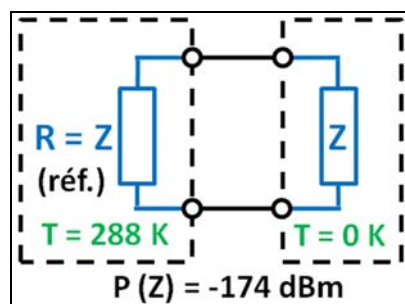

Figure 1 : Bruit thermique d'une résistance
La figure 1 nous montre d'une façon imagée à quoi correspond électriquement la puissance de bruit d'une résistance.
Approche par le raisonnement : Avec une atténuation nulle (B relié à A), nous obtenons le schéma de la figure 1. On peut dire que la charge Z "voit" le bruit d'une résistance à 288K, soit la référence. Avec une atténuation quelconque, les propriétés du quadripôle sont telles que Z "voit" une impédance image encore égale à R, ayant donc un bruit toujours égal à la référence si l'atténuateur est à 288K. Si l'on ramène ce bruit à l'entrée de l'atténuateur, il est augmenté de la valeur de l'atténuation. En conséquence le facteur de bruit du quadripôle passif est égal à son atténuation (6). On peut le confirmer mathématiquement en utilisant la